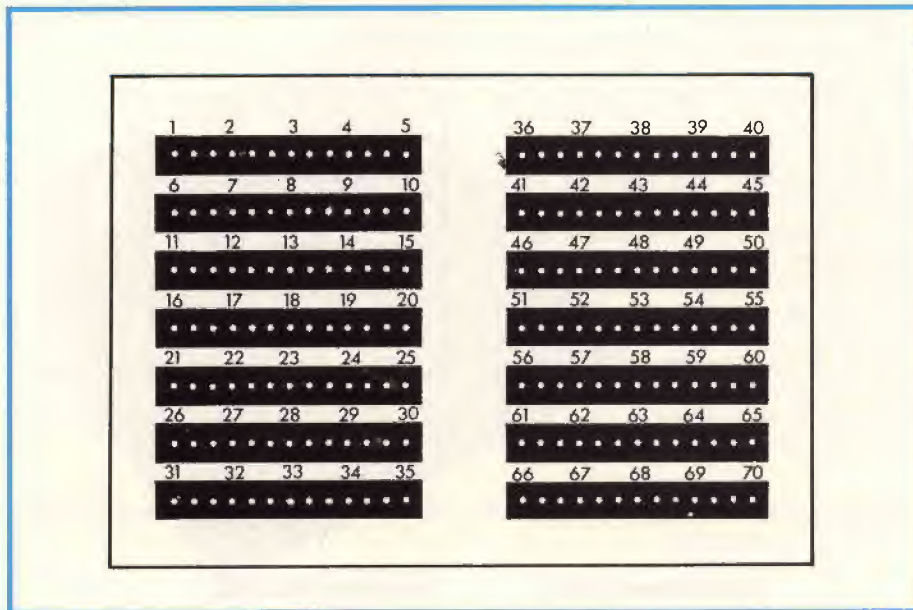

Fig. 16 - Blob-Board ZBD5D corrispondente alla matrice "S-DeC".
- 1) Il modello ZB5D di 9x6 cm. (fig. 16) le cui piste riproducono esattamente la matrice "S-DeC".